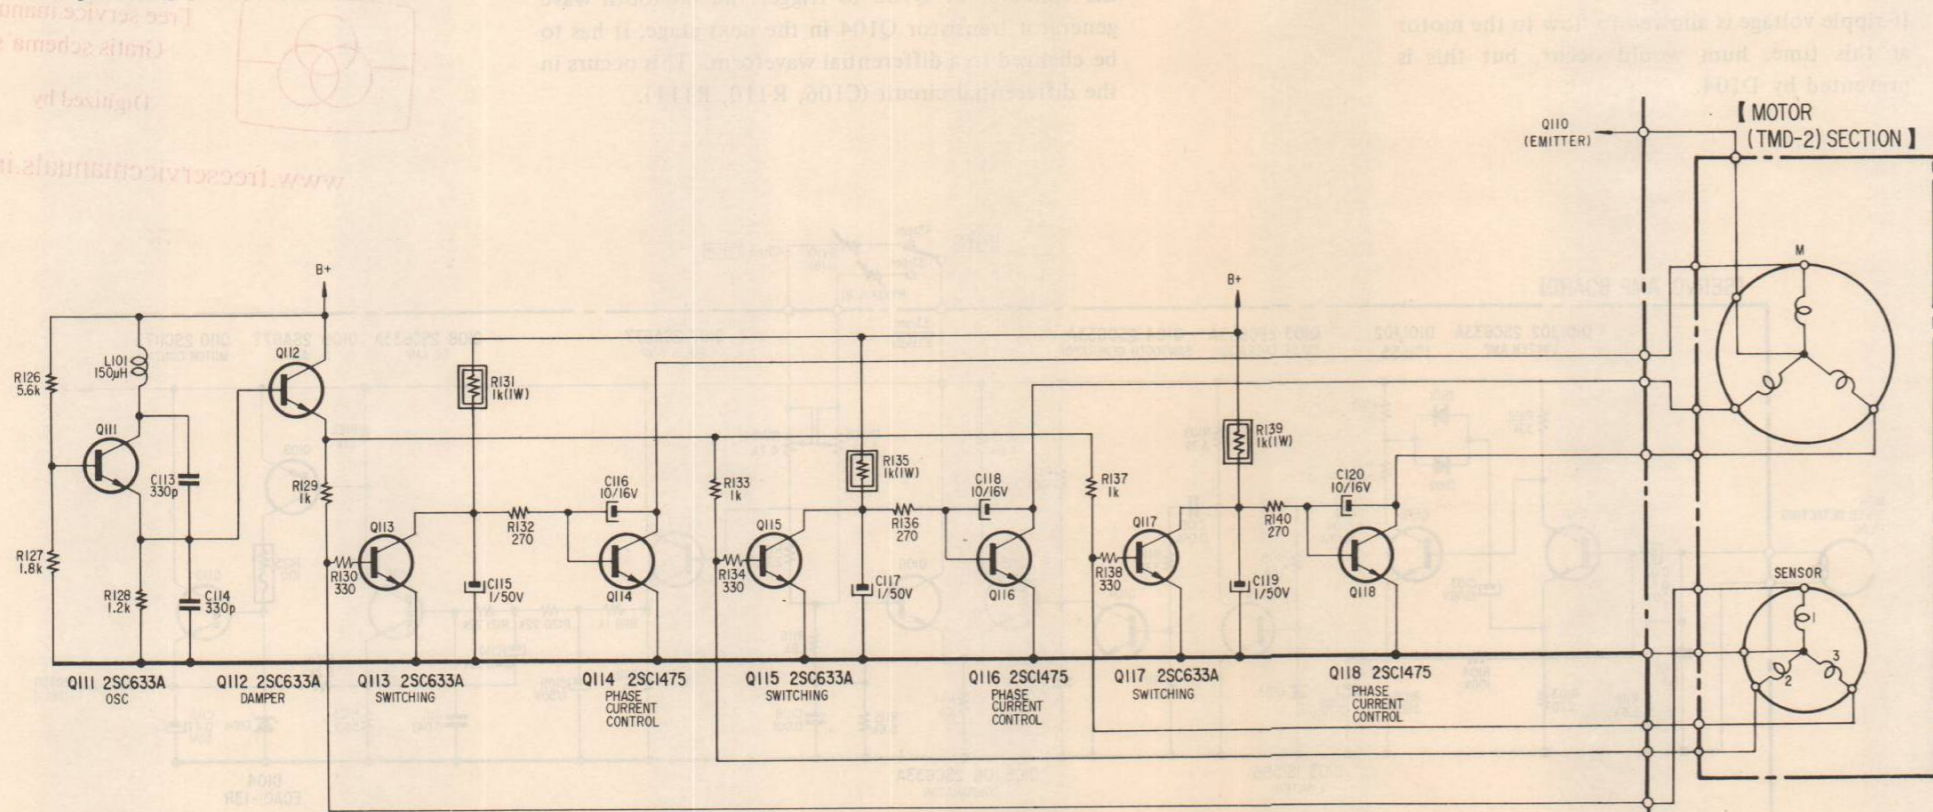

Fig. 2-5.
**Phase Switching Circuit** (Fig. 2-5)